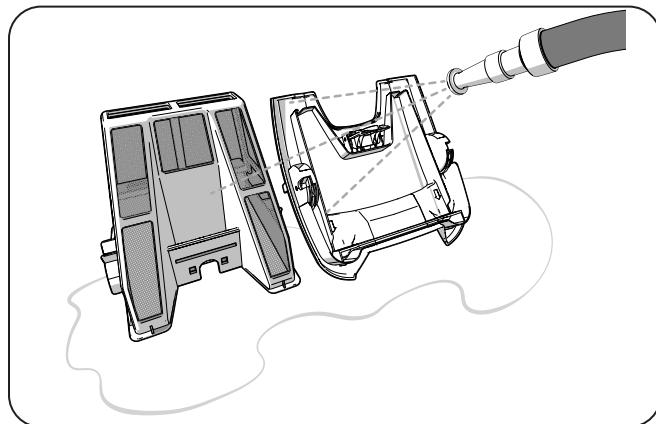

Figure 12. Rincer le boîtier du filtre
5. En utilisant un tuyau avec de l'eau propre, rincer le boîtier et le couvercle du filtre pour enlever tous les débris présents (Figure 12).